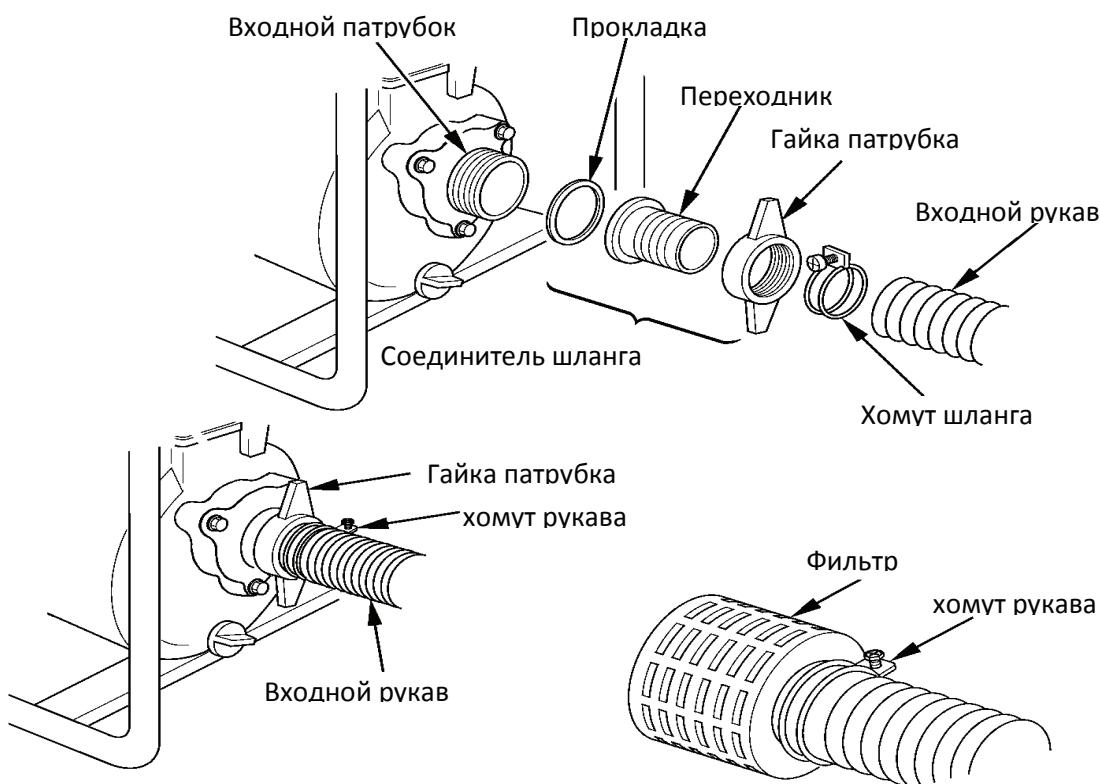

Рис.9
- Смонтировать детали всасывающего и подающего тракта, для этого используйте имеющиеся в продаже рукава, и штатные соединители и хомуты. Необходимо использовать несминаемые(гофрированные) рукава, исключающие «переламывание». Длина всасывающего рукава не должна превышать требуемую расчетную величину, так как от этого зависит максимальная эффективность работы насоса. Последовательность соединения показана на Рис.9